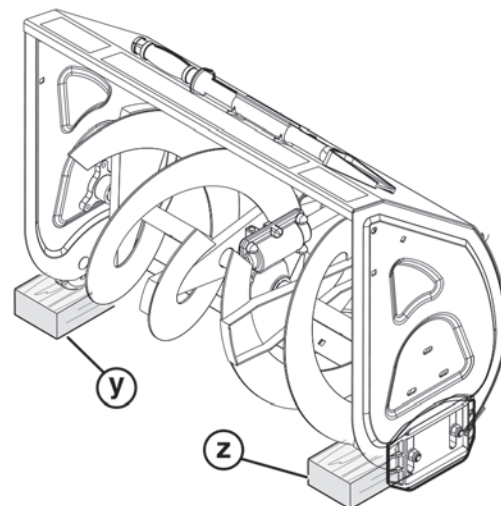

Рис. 20
5. Под каждый конец скребка поместите деревянный брусок (Y и Z, Рис. 20), толщина которого будет такой же, как и нужная высота зазора.